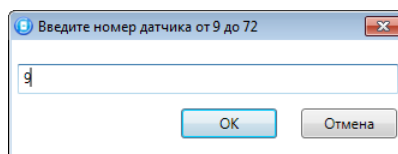

Рисунок 4.36 — Ввод номера радиоустройства
2. В открывшемся окне укажите номер радиоустройства из числа еще не занятых в нумерации ШС, ШС СКП и радиоустройств (в указанном диапазоне) и нажмите кнопку *ОК* (см. рисунок 4.36).